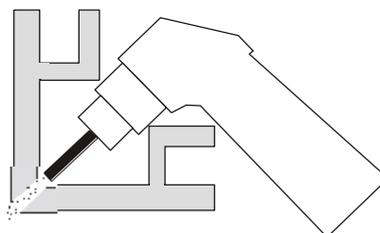

Fig. 7
5. Nel caso dei tagli angolari (vedi fig. 7) raccomandiamo utilizzare elettrodo allungato e ugello. Bisogna considerare la potenza ridotta rispetto alla potenza ottenuta con elettrodo corto.